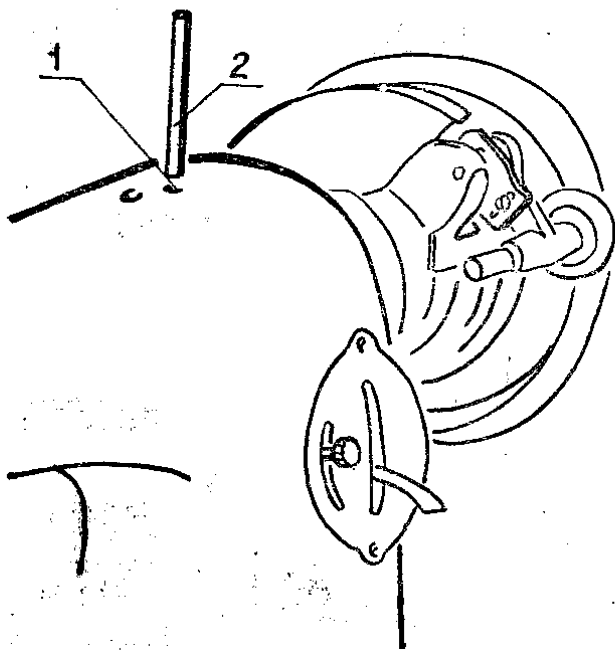

Рис. 7
6.1.1. Установить катушечный стержень 2 в отверстие 1 рукава машины, взяв его из набора принадлежностей (рис. 7).